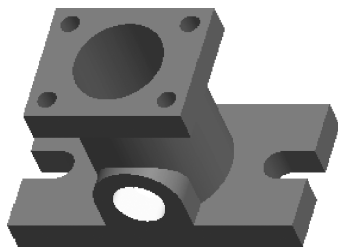

图 4-83 完成水平孔
(8) 符合要求以后，单击控制区的【应用】按钮  完成水平孔，如图 4-83 所示。
(9) 修改特征名称为“水平孔”。